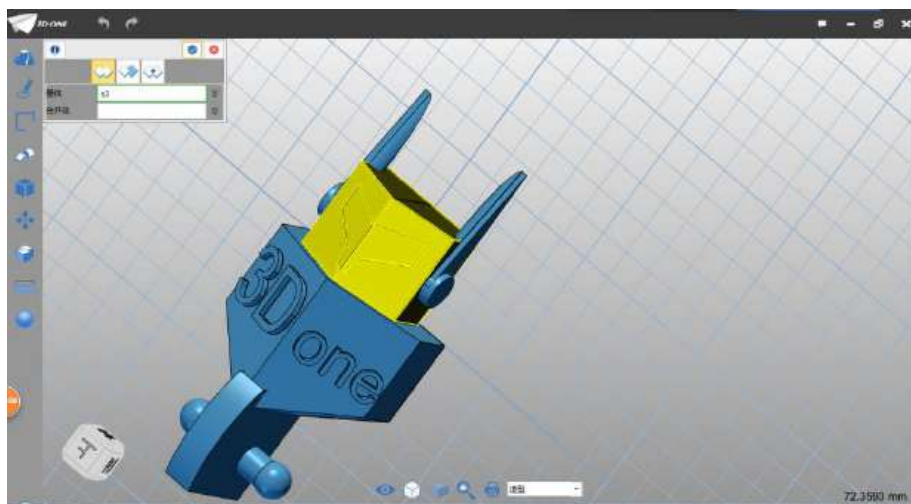

图 2-29
Step 29 选择组织命令 ，基体选择头部，如下图 2-29 所示：